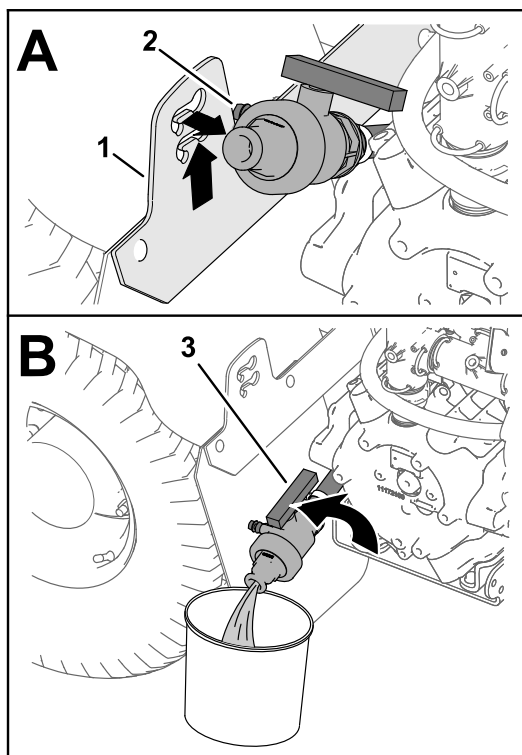

Рисунок 38
3. Поднимите клапан, чтобы его монтажные штыри вышли из пазов кронштейна сливного клапана, и переместите клапан назад (Рисунок 38А).
- Направьте конец клапана в сливную емкость и поверните ручку клапана в открытое положение (Рисунок 38В).
- Когда бак будет полностью опорожнен, поверните ручку сливного клапана в закрытое положение и установите клапан на кронштейн сливного клапана (Рисунок 38В и Рисунок 38А).